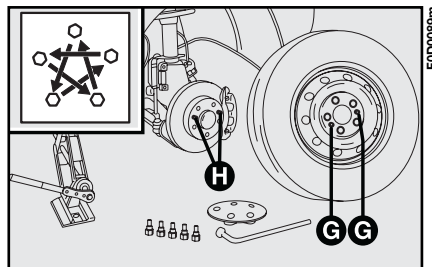

Abb. 7
**7)** Das Ersatzrad anbringen, wobei man darauf achten muss, dass die Löcher **G**, **Abb. 7** mit den entsprechenden Zentrierstiften **H** übereinstimmen. Vergewissern Sie sich, dass die Kontaktfläche sauber und frei von Verunreinigungen ist, die später das Lockern der Radbolzen verursachen könnten.
**10)** Die Radbolzen laut dem in **Abb. 7** gezeigten Schema über Kreuz festziehen.